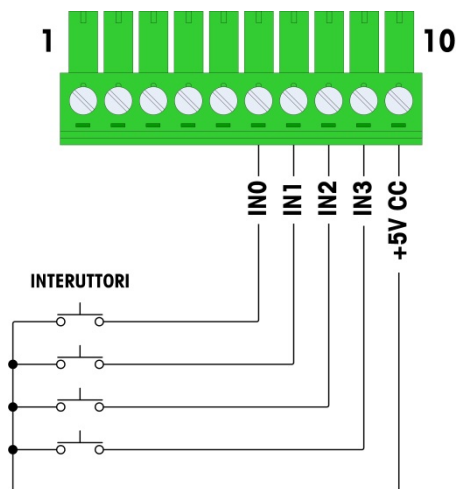

Figura A-85: Esempio di ingresso attivo dagli interruttori
Selezionando gli input come attivi si abilita il collegamento degli interruttori o di altri dispositivi semplici per l'avvio di un input. Non viene fornita alcuna tensione da parte del dispositivo semplice esterno. Un esempio di cablaggio agli ingressi attivi è illustrato nella Figura A-85. Notare che il pin 10, la connessione +5 VCC, non può supportare più di 200mA di corrente.
- Il +5 VCC mostrato nella Figura A-85 si riferisce alla messa a terra all'interno della scheda di I/O discreta. Misurando dal pin 10 alla messa a terra del telaio IND780 il valore **NON** risulta a +5 VCC. L'uscita +5 VCC è utilizzata internamente e serve soltanto agli ingressi digitali, come mostrato nella Figura A-85.